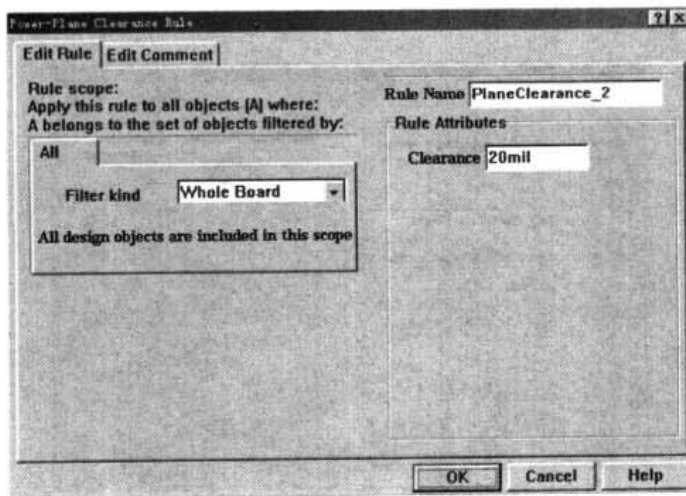

图 10-105 Power Plane Clearance Rule (电源层安全间距) 设置对话框
- **Power Plane Clearance:** 该规则用于设置电源层上不同网络的元件之间的安全间距, 以及不属于电源层的焊盘和过孔的径向安全间距。该规则的设置对话框, 如图 10-105 所示。